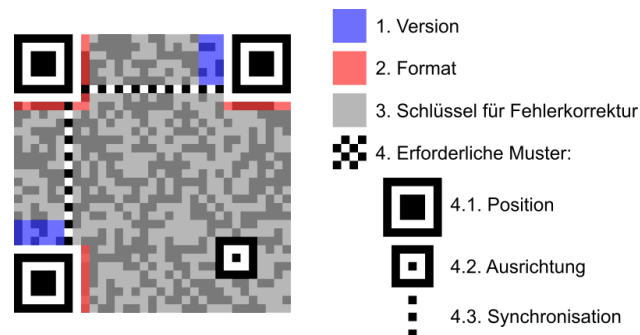

Abbildung 3: QR-Code
- er ist in vier Teile aufgebaut (Abbildung 3)